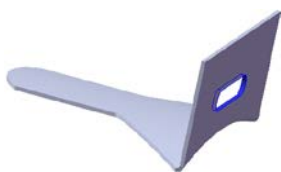
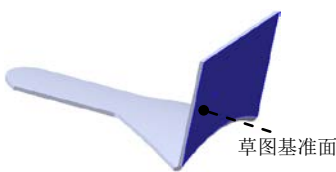

图 3.8 切除一拉伸 2
图 3.9 草图平面
(4) 单击 按钮，完成切除一拉伸 1 的创作。
Step5. 创建图 3.8 所示的切除一拉伸 2。
(1) 选择命令。选择下拉菜单 **插入(I)** → **切除(C)** → **拉伸(E)...** 命令。
(2) 定义特征的横断面草图。
① 定义草图平面。选取图 3.9 所示的面作为草图平面。